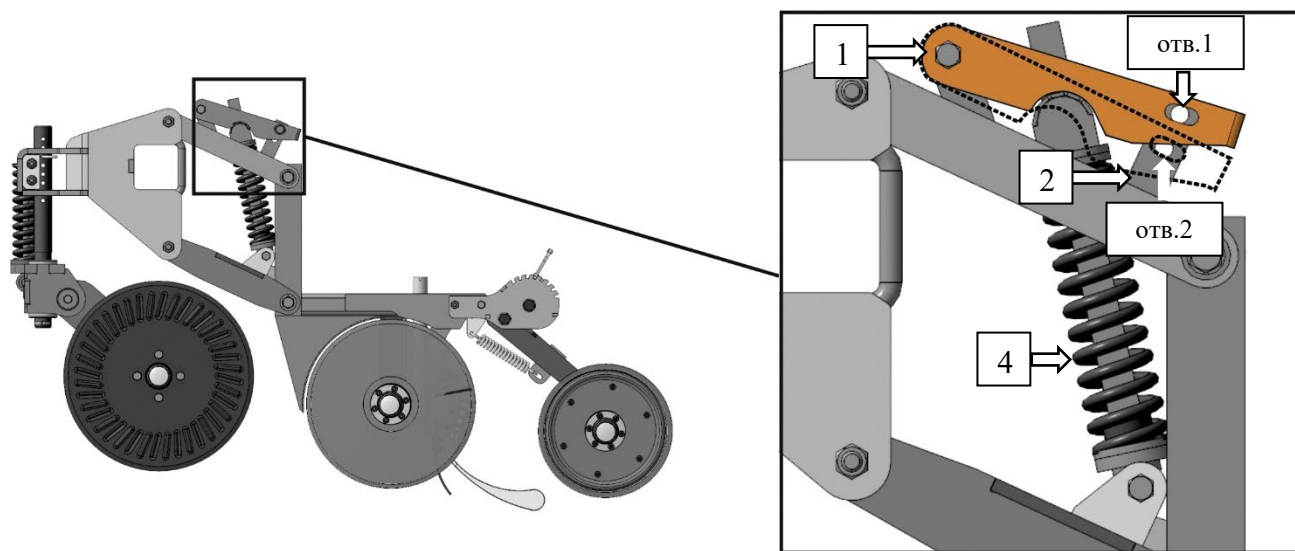

Рисунок 66 – Соединение тяги с рычагом сошника (фиксатор (3) не показан)
Регулировка проникающей способности сошника осуществляется путём соединения тяги (1) с рычагом сошника (2) с помощью фиксатора (3) в одном из двух отверстий (отв. 1, отв. 2), рис.66.